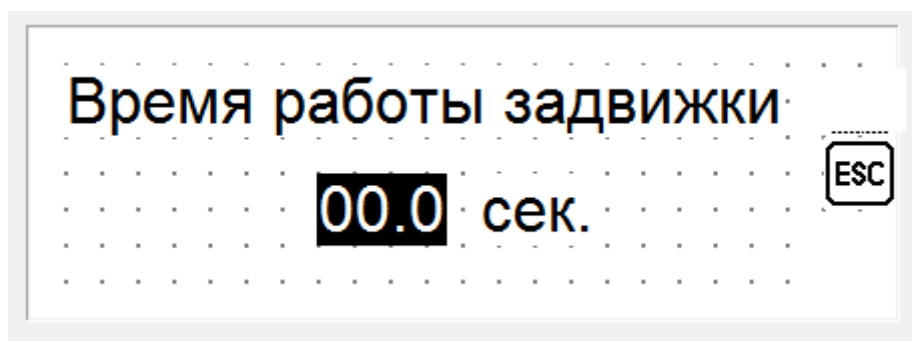

рис.11
3.11. Окно указания/редактирования значения времени работы задвижки на открытие/закрытие (тайм-аут). Для возврата назад нажимаем кнопку «ESC». См. рис.11